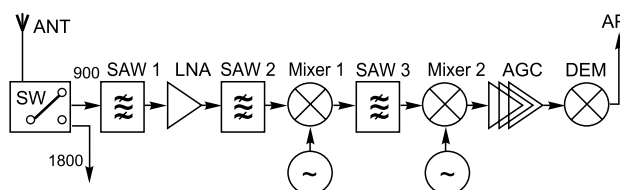

Рис. 2. Блок-схема приемника
На рис. 2 представлена блок-схема приемника диапазона 900 МГц. Канал 1800 МГц полностью аналогичен и, за исключением фильтров, использует те же компоненты. Сигнал с антенны поступает на антенный переключатель (SW), который коммутирует сигналы приема и передачи в обоих частотных